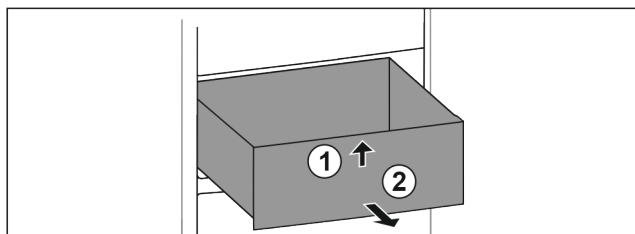

Fig. 103
- Lade aan de voorkant optillen. Fig. 103 (1)
- Lade naar voren toe verwijderen. Fig. 103 (2)